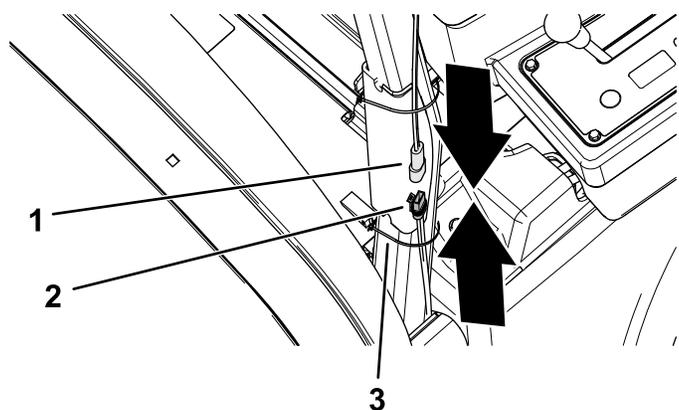

Figura 7
1. Collegate il connettore a 2 prese del cablaggio preassemblato di alimentazione nel connettore a 2 pin del cablaggio preassemblato del parasole (Figura 7).
2. Fissate il cablaggio preassemblato di alimentazione al tubo del rollbar con una fascetta per cavi (Figura 7).